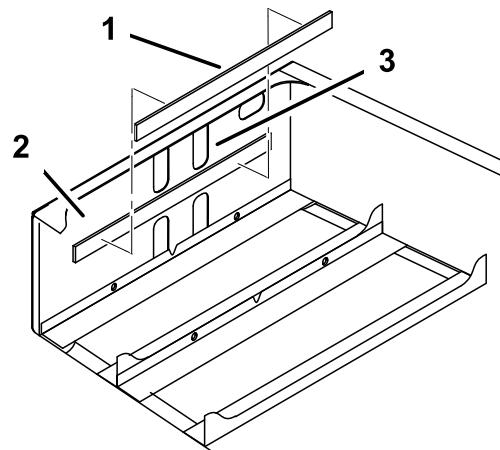

図 5
3. 図 5 に示すように、バッテリー・パッドの裏面についている接着シートをはがし、パッドを後フレーム前部の内側に貼り付ける。
注 パッドは、フレーム前部についている上の穴 (2つ並んでいる) の下から約6 mm 下に取り付けてください (図 5)。